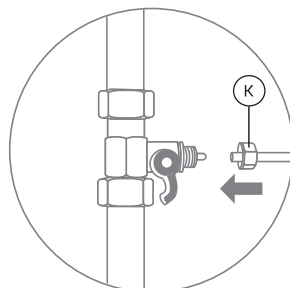

Рис. 18
- В гайку (К) (рис. 18) вставьте трубку зеленого цвета. Трубку вставьте в штуцер шарового крана до упора и плотно закрутите гайку.